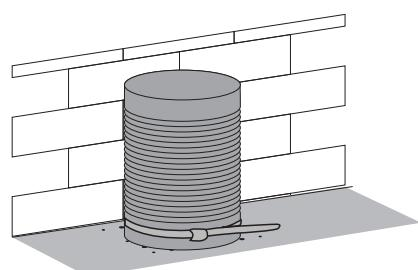

Figure 5
- Fixer le conduit d'expansion à la sortie au moyen d'une attache autobloquante. Remarque : Le conduit d'expansion et l'attache autobloquante sont vendus séparément. Voir la figure 5.